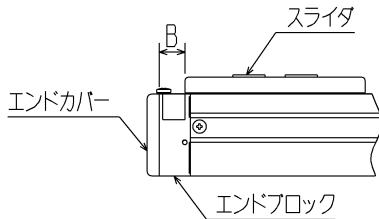

図 6.7-3
- (6) パラメータ2の原点復帰方式の値を“2”→“3”に変更設定してください。設定方法はKCA-25取扱説明書（基本編）13.4.11項を参照ください。
- (7) 原点復帰動作を行い、原点復帰が完了（モータの回転が停止）した後にスライダ端面を手動でモータブロック端面から A の距離位置に移動させてください。（図 6.7-3 参照）
- (7) 原点復帰動作を行い、原点復帰が完了（モータの回転が停止）した後に、スライダを手動で、エンドプロック端面から“B”の距離位置に移動させてください。（図 6.7-3 参照）
- (10) 電源 OFF → ON 後、原点復帰をして原点位置が、図 6.7-3 の位置になることを確認してください。
- (11) (3)の手順でステンレスシートを元のように組み立ててください。ステンレスシートは、たるみが生じないようにピンと張ってください。
反モータ側原点の場合：図6.7-3の“B”寸法になることを確認してください。